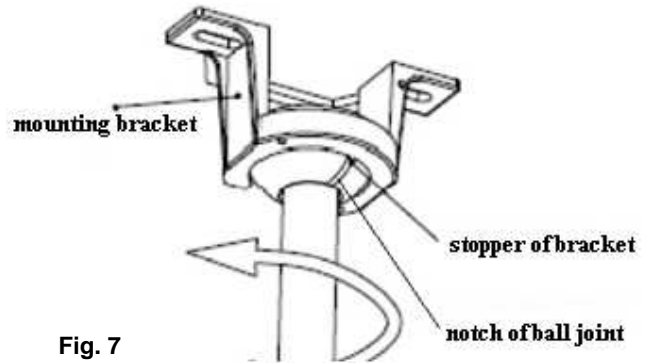

Fig. 7
1. Levante el modulo de ventilador sobre el soporte de montaje. Fig.7